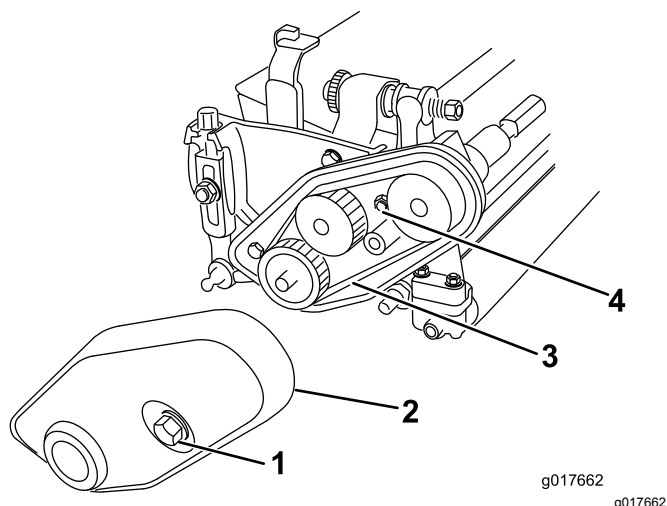

图6
1. 旋松将皮带罩固定至滚刀组的固定螺栓直至拆下皮带罩图6。
2. 旋松皮带拉紧螺母然后拆下皮带图6。
- C. 安装皮带紧固皮带拉紧螺母图6。
- D. 安装皮带罩紧固固定螺栓图6。